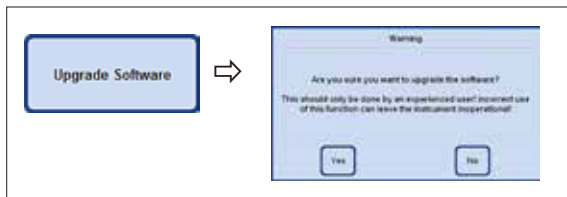

Fig. 77
- Conectați stick-ul USB și apăsați butonul **UPGRADE SOFTWARE** (ACTUALIZARE SOFTWARE) (Fig. 77).